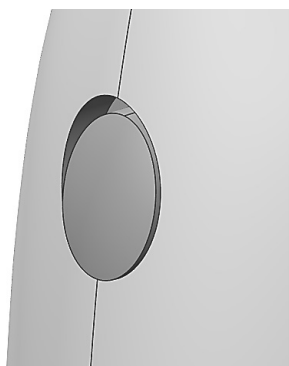

图 7-83 合并 5
(8) 将“扫描混合 1”和“扫描 3”曲面合并, 得到按钮的表面曲面“合并 5”, 如图 7-83 所示。